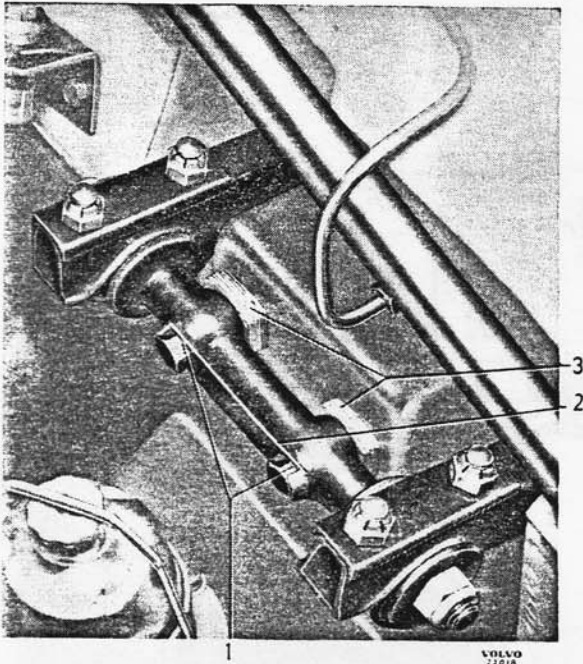

Bild 6-38. Radsturz und Vorlauf einstellen
Anmerkung: Die Änderungen der Einstellung muss an beiden Seiten mit der gleichen Anzahl Scheiben durchgeführt werden, um eine Verspannung des Vorderachsquerträgers zu vermeiden. Wenn der Vorlauf an der linken und rechten Seite unterschiedlich ist, wird die Einstellung am oberen Schwingarm durchgeführt, siehe Bild 6-38. Befestigungsbolzen (1) lösen, damit Scheiben herausgenommen werden können. Diese Scheiben sind in den Stärken 0,15; 0,5; 1; 3 und 6 mm lieferbar. Der Wert, um den diese Scheiben den Vorlauf ändern, ist im Diagramm in Bild 6-39 angegeben. Es ist dabei gleich, ob eine Scheibe von der einen Befestigungsschraube weggenommen, oder ob sie zu der anderen Befestigungsschraube hinzugefügt wird. In beiden Fällen ist die Änderung unbedeutend. Die Durchführung ist teilweise davon abhängig, wieviel zu ändern gewünscht wird. Wenn der Radsturz richtig ist, wird der Vorlauf durch Fort-
nehmen von Scheiben geändert. Vor jeder Messung Befestigungsschrauben anziehen. Wenn der richtige Vorlauf erreicht ist, Befestigungsschrauben mit Sicherungsblech (2, Bild 6-38) sichern.
Der Radsturz-Winkel soll 0° bis $+1/2^\circ$ betragen. Der Radsturz wird durch Scheiben (3, Bild 6-38) an der oberen Schwingarmwelle eingestellt. Die Befestigungsschrauben (1) sollen etwas gelöst sein. Die Anzahl der Scheiben, welche hinzugefügt oder weggenommen werden müssen, hängt von der Größe des falschen Radsturzwinkels ab. Nach dem Einstellen Befestigungsschrauben anziehen und Radsturzwinkel prüfen. Die Scheiben sind in folgenden Stärken lieferbar: 0,15; 0,5; 1,3 und 6 mm der Wert, um den diese Scheiben den Winkel ändern, ist im Diagramm in Bild 6-39 angegeben.